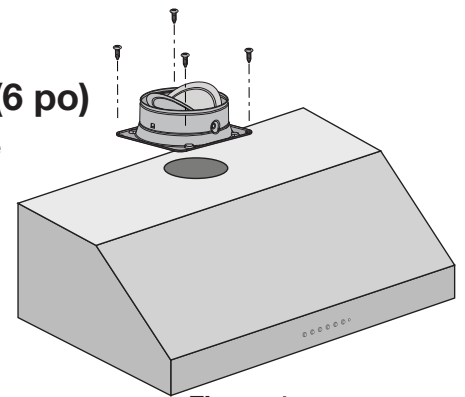

Figure 1
- Positionnez le régulateur de tirage circulaire sur le dessus de l'unité et fixez-le en place avec les vis fournies (voir figure 1).